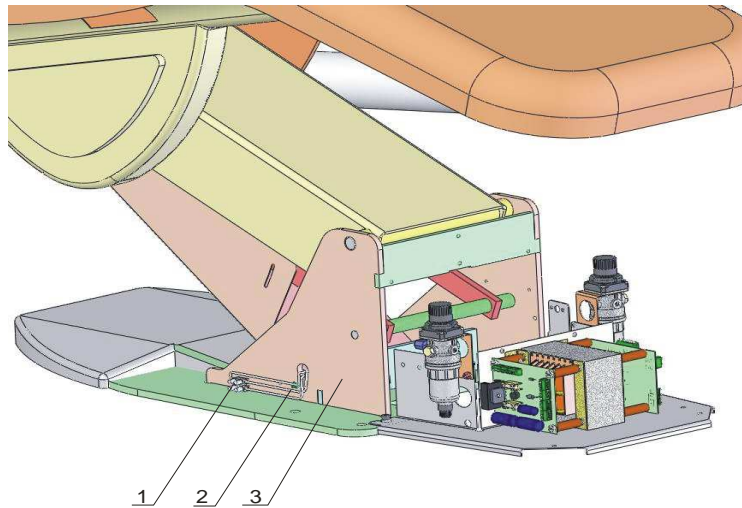

Рис. 15
Состояние крайней необходимости (рис.15)
- на боковой консоли основы (3) находится клеммник (1) , од которого ведут провода (2)
- запуск реализуется по схеме рис. 15а